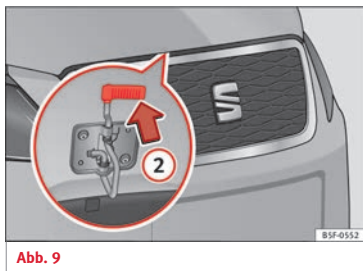

Abb. 9
- Heben Sie die Motorraumklappe an. Drücken Sie die Wippe unterhalb der Motorhaube nach oben » Abb. 9 ②. Dabei wird der Fanghaken entriegelt.